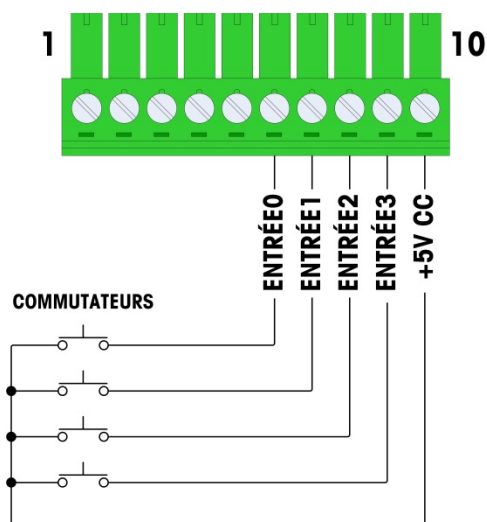

Figure A-85 : Exemple d'une entrée active depuis les commutateurs
Les sélections des entrées comme actives permet la connexion des commutateurs ou autres appareils simples pour déclencher une entrée. Aucune tension n'est fournie par l'appareil simple externe. Un exemple de câblage aux entrées actives est illustré sur la Figure A-85. La broche 10, la connexion +5VCC, peut prendre en charge un courant de 200 mA maximum.
- Le +5 V CC présenté à la Figure A-85 se réfère à une masse interne de la carte des E/S discrètes. La mesure réalisée entre la broche 10 et la masse du châssis de l'IND780 n'affichera **pas** la valeur de +5 V CC. La sortie +5 V CC est utilisée en interne et n'a aucune fonction hormis pour les entrées numériques comme indiqué à la Figure A-85.